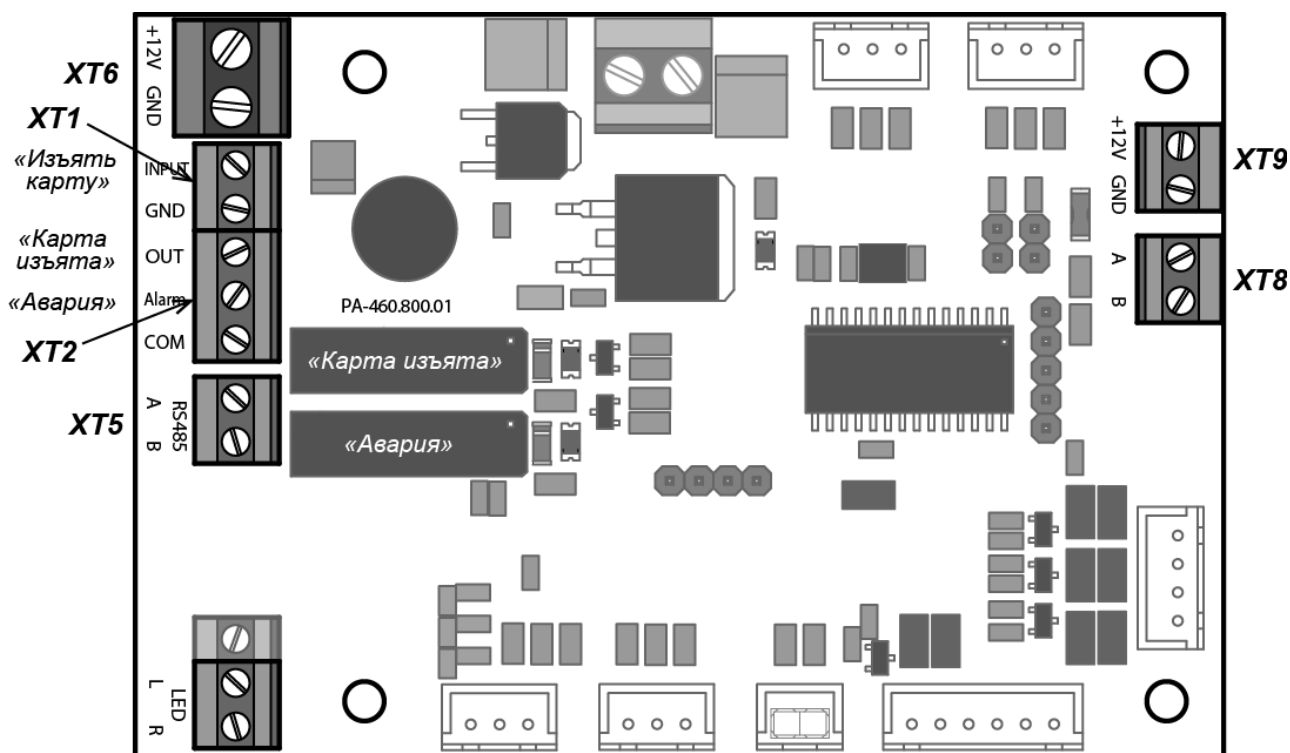

Рисунок 10. Внешний вид платы управления картоприемника
3. Если предъявленная карта является временной картой посетителя и требует изъятия, то контроллер СКУД подает управляющий сигнал на вход платы управления картоприемника «*Изъять карту*» (контакт **INPUT XT1**, см. рис. 10). Подсветка щели для приема карт перейдет в режим мигания с частотой 2 раза в секунду, указывая на то, что карта подлежит изъятию.
5. При падении карты в контейнер второй оптический датчик фиксирует факт изъятия карты. В этом случае картоприемник закрывает шторку, подсветка щели для приема карт вновь становится постоянной. Одновременно с выхода платы управления картоприемника «*Карта изъята*» (контакт **OUT XT2**, рис. 10) подается управляющий сигнал, являющийся для контроллера СКУД подтверждением разрешения прохода. По данному сигналу контроллер СКУД разрешает проход в данном направлении (подает соответствующий сигнал на механизм управления турникетом) и после прохода через турникет снимает сигнал «*Изъять карту*». По снятию сигнала «*Изъять карту*» картоприемник снимает сигнал «*Карта изъята*».
6. Третий оптический датчик картоприемника отслеживает факт заполнения контейнера картоприемника. При его заполнении картоприемник передает в контроллер СКУД сигнал «*Авария*» (контакт **Alarm XT2**, рис. 10), подсветка приемной щели картоприемника перейдет в режим мигания с частотой 1 раз в 2 секунды, тем самым предупреждая о необходимости освободить контейнер от изъятых карт. Если контейнер не освобождается, то после приема еще 9 карт работа картоприемника блокируется, подсветка приемной щели гаснет. Разблокировка картоприемника происходит автоматически после освобождения контейнера от карт (порядок выемки и установки контейнера приведен в п. 9.5). Также сигнал «*Авария*» подается в контроллер СКУД при возникновении неисправностей механизма картоприемника.
Внешний вид платы управления картоприемника показан на рис. 10. На плате расположены клеммные колодки: